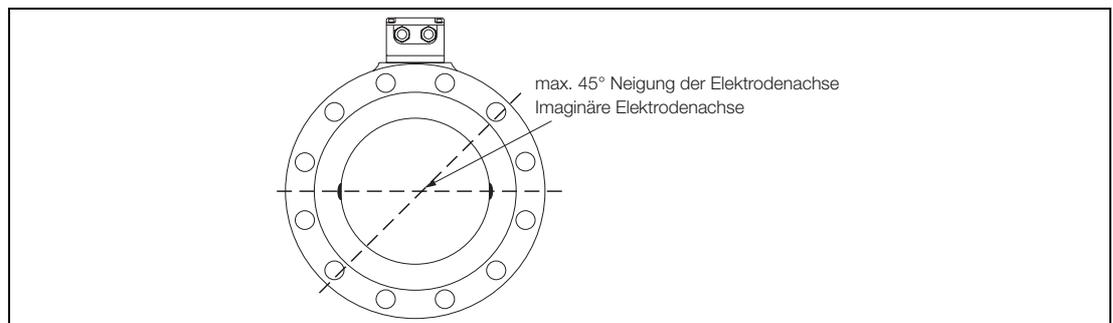

Abb. 5:
- Elektrodenachse möglichst waagrecht oder max. 45° (Abb. 5)